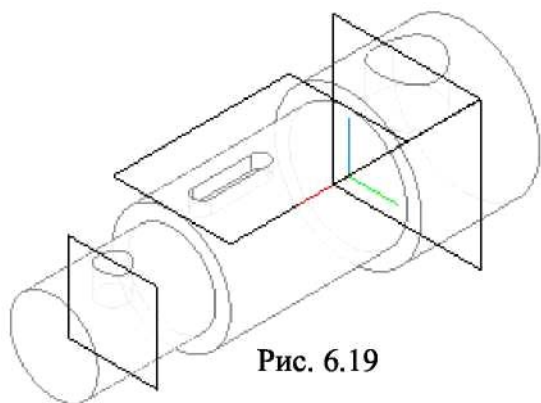

Рис. 6.19
6. Формируем отверстия, используя команду  **Вырезать вращением** с параметрами: **Способ построения - Сфероид**, **Тонкая стенка - Нет** (рис. 6.19).